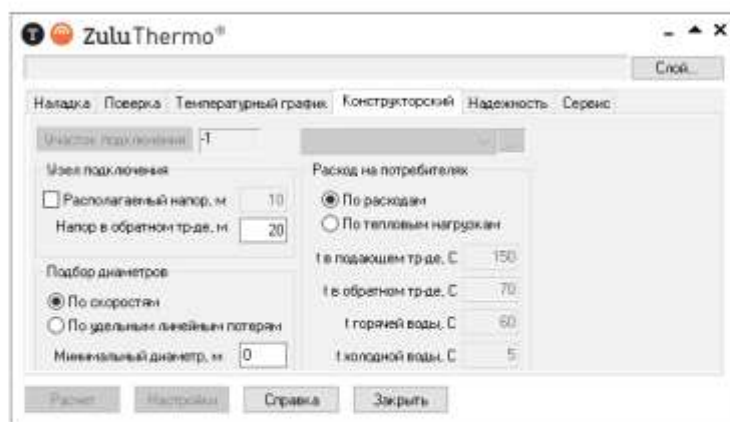

Рисунок 12.2. Вкладка «Конструкторский» диалога теплогидравлических расчетов
1. Выполните команду главного меню **Задачи|ZuluThermo** или нажмите кнопку  панели инструментов. Откроется диалоговое окно теплогидравлических расчетов (Рисунок 12.2 «Вкладка «Конструкторский» диалога теплогидравлических расчетов»).